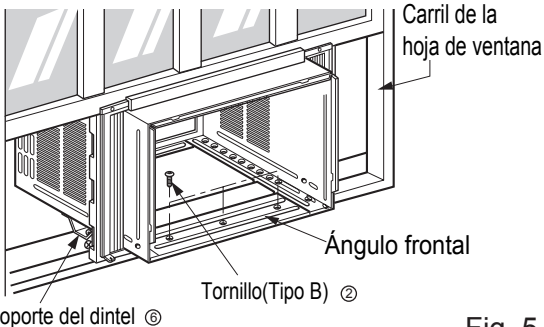

Fig. 5
6. El gabinete debe ser instalado con una ligera inclinación (aproximadamente 1/2") de modo que el lado externo quede hacia abajo (ver Fig. 5) Ajuste el perno y la tuerca del soporte al dintel ⑥ para equilibrar el gabinete.
7. Agregue el gabinete al asiento de la ventana colocando los tornillos ② (Tipo B : Largo 16mm 5/8 - pulgadas - abajo.) a través del ángulo frontal en el asiento de la ventana.